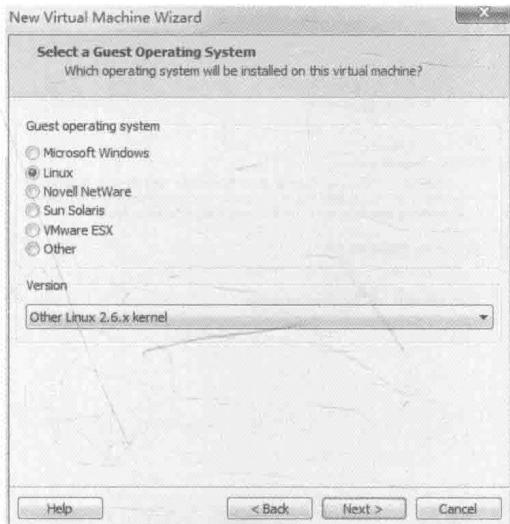

图 4-14 选择操作系统种类界面
- (4) 虚拟机类型选择“Linux”，版本为 Linux2.6 版本，如图 4-14 所示。